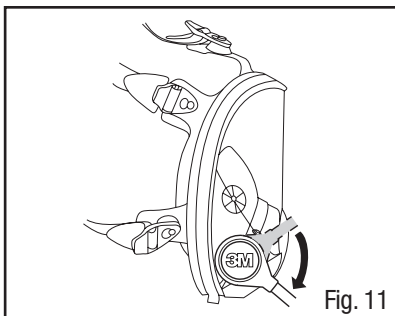

Fig. 11
2. Gire cada derivación del tubo de respiración un cuarto de vuelta en sentido de las manecillas del reloj hasta que quede bien asentado en la bayoneta y no pueda girar más (Fig. 11 y 12). No gire a la fuerza, ya que puede dañar la bayoneta. SA-1500/SA-2500 mostrado.